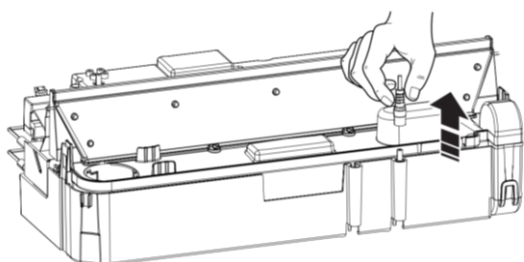

Fig 27
4. Trennen Sie den Steckverbinder von den Umformern, die sich an der rechten Wannenseite befinden (Abb. 27).